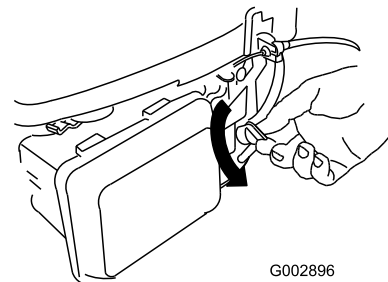

Bild 23
2. Drehen Sie den Kraftstoffhahn in die EIN-Stellung (Bild 23).